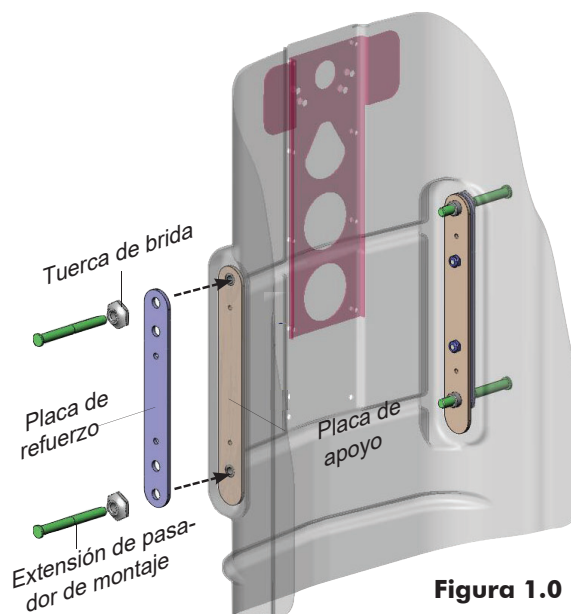

Figura 1.0
3. En uno de los lados del respaldo, coloque/alinee la placa de refuerzo (*suministrada*) en el exterior de la estructura del respaldo como se muestra en la **Figura 1.0** e instale manualmente los nuevos EMP y tuercas de brida para sujetar la placa de refuerzo en su sitio.